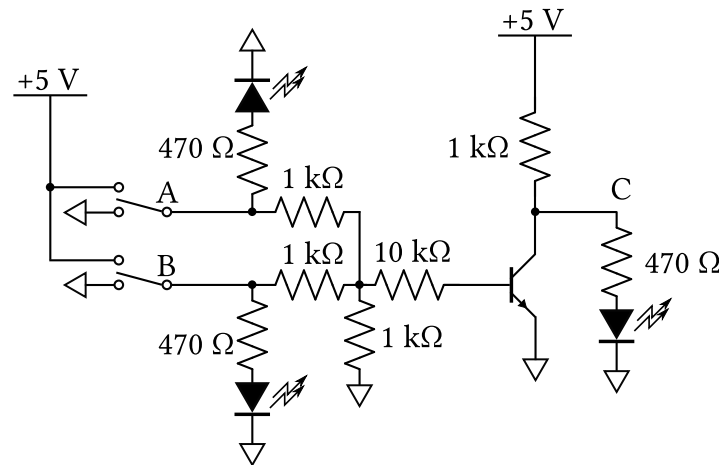

Fig. 1: Porta logica realizzata mediante un transistor.
Il circuito in Fig. 1 implementa una porta logica mediante un transistor. I due input (A, B) e l'output (C) possono assumere due possibili stati, corrispondenti ad uno 0 logico (ground) e ad un 1 logico (+5 V), rispettivamente. I due stati sono visivamente rappresentati dai LED: un LED spento rappresenta uno zero logico, mentre un LED acceso rappresenta un 1 logico.
Si realizzi il circuito di Fig. 1 mediante